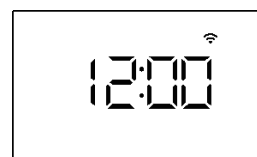

图36
- 2.如图36、37所示，滚动屏幕显示会代替屏幕上闪烁的“VAC”。